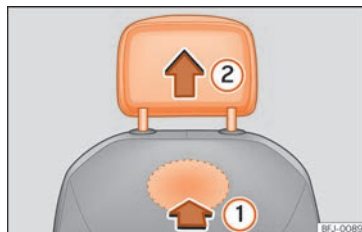

Abb. 69 Kopfstütze vorne ausbauen.
- Lokalisieren Sie zum Entriegeln der Kopfstütze die Aussparung im markierten Bereich auf der Rückseite der Sitzlehne und drücken Sie in Pfeilrichtung » » (Abb. 69) ①.
- Ziehen Sie die Kopfstütze in Pfeilrichtung ② heraus.